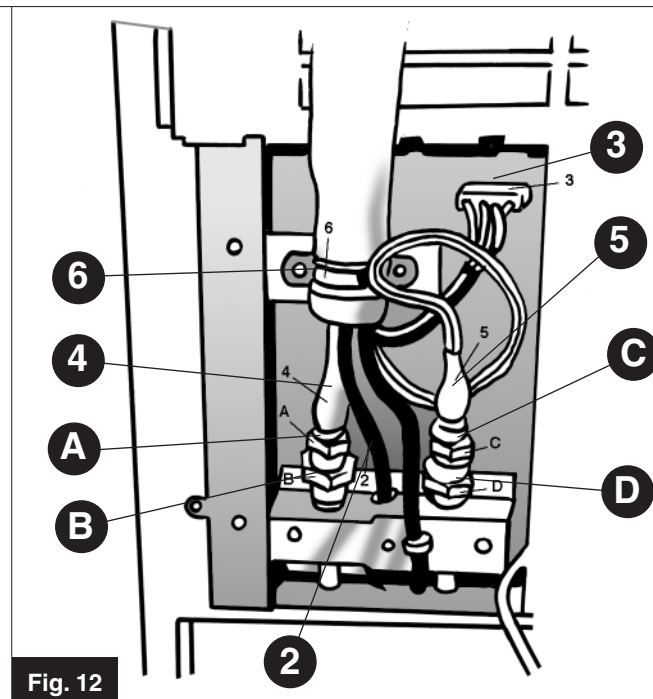

Fig. 12
☞ Staccare dall'apposito portagomma (Fig. 12 Part. 2) il tubo di trasferimento acqua di condensa.
☞ Débrancher le tuyau d'évacuation de l'eau de condensation du porte-tuyau (Fig. 12 Détail 2).
☞ Take the moisture transfer hose out of the hose-holder (Fig. 12 Part 2).
☞ Den Kondenswasserschlauch von seinem Schlauchhalter (Abb. 12 Teil 2) abnehmen.
☞ Separar del porta manguera (Fig. 12 Elemento 2), el tubo de conducción del agua de condensación.
☞ Sconnettere - facendo pressione sulle due linguette esterne - il connettore elettrico (Fig. 12 Part 3).
• Con una chiave da 19 mm tenete bloccata la parte fissa del raccordo femmina (Fig. 12 Part A).
• Con una chiave da 24 mm svitate, ruotando in senso antiorario l'elemento mobile del raccordo femmina (Fig. 12 Part B) sino al completo distacco.
• Con una chiave da 21 mm tenete bloccata la parte maschio del raccordo (Fig. 12 Part C) collegata alla linea flessibile.
• Con una chiave da 24 mm svitate girandola in senso orario, l'elemento mobile del raccordo femmina fissato alla macchina (Fig. 12 Part D) sino al completo distacco delle due parti.
☞ Débrancher le connecteur électrique (Fig. 12 Détail 3) en exerçant une pression sur les deux languettes extérieures.
• Bloquer la partie fixe du raccord femelle (Fig. 12, Détail A) au moyen d'une clé de 19 mm.
• Dévisser l'élément mobile du raccord femelle (Fig. 12, Détail B) en tournant avec une clé de 24 mm dans le sens contraire des aiguilles d'une montre jusqu'à ce qu'il se sépare complètement.
• Bloquer la partie mâle du raccord (Fig. 12, Détail C) reliée à la ligne flexible au moyen d'une clé de 21 mm.
• Dévisser l'élément mobile du raccord femelle fixé à la machine (Fig. 12, Détail D) en tournant avec une clé de 24 mm dans le sens des aiguilles d'une montre jusqu'à ce que les deux parties se séparent complètement.
☞ Pressing on the two outside tabs, remove the electrical connector (Fig. 12 Part 3).
• Using a 19 mm spanner, hold the fixed female part of the coupling still (Fig. 12 Part A).
• Using a 24 mm spanner, loosen the moving female part of the coupling by turning anti-clockwise (Fig. 12 Part B) until it comes off.
• Using a 21 mm spanner, hold the male part of the coupling connected to the flexible line still (Fig. 12 Part C).
• Using a 24 mm spanner, turn the moving female element of the coupling that is fixed to the unit clockwise to loosen (Fig. 12 Part D) until the two parts separate.
☞ Den Elektroanschluß (Abb. 12 Teil 3) durch drücken der beiden äußeren Federn trennen.
• Das Teil "A" mit einem 19 mm Gabelschlüssel festhalten (Abb. 12 Teil A).
• Teil "B" mit einem 24 mm Gabelschlüssel entgegen dem Uhrzeigersinn zügig los-schrauben, bis sich die Leitung trennen läßt (Abb. 12 Teil B).
• Den Gewindebolzen des mit dem Verbindungsschlauch verbundenen Anschlusses (Abb. 12 Teil C) mit einem 21 mm Gabelschlüssel festhalten.
• Mit einem 24 mm Gabelschlüssel die auf dem Gerät befestigte, bewegliche Überwurfmutter (Abb. 12 Teil D) im Uhrzeigersinn komplett abschrauben.
☞ Desconectar - ejerciendo presión sobre las leugüetas externas - el conector eléctrico (Fig. 12 Elemento 3).
• Con una llave de 19 mm mantener bloqueada la parte fija del empalme hembra (Fig. 12 Elemento A).
• Con una llave de 24 mm desatornillar, girando en dirección antihoraria el elemento móvil del empalme hembra (Fig. 12, Elemento B) hasta que se separe completamente.
• Con una llave de 21 mm mantener bloqueada la parte macho del empalme (Fig. 12 Elemento C) conectada con la línea flexible.
• Con una llave de 24 mm desatornillar, girando en dirección horaria, el elemento móvil del empalme hembra fijado en la maquina (Fig. 12 Elemento D), hasta que se separen completamente da los partes.